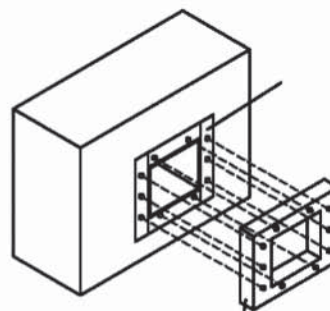

Рис. 3
- Также есть возможность установки щитового затвора к стенному адаптеру (рис. 3). В плите-адаптере имеются отверстия с резьбой, они совпадают с крепежными отверстиями на корпусе.